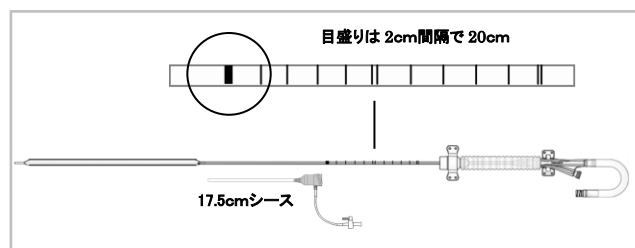

図 9. IAB カテーテルの深度マーカ
- この時、バルーン部分をシース内に引き込まないこと。IAB カテーテルの深度マーカ（バルーンに一番近い巾広のマーカもしくは次のマーカ）がシースイントロドューサの止血弁から見えたとこで IAB カテーテルを引くの止める。(図 9 参照)